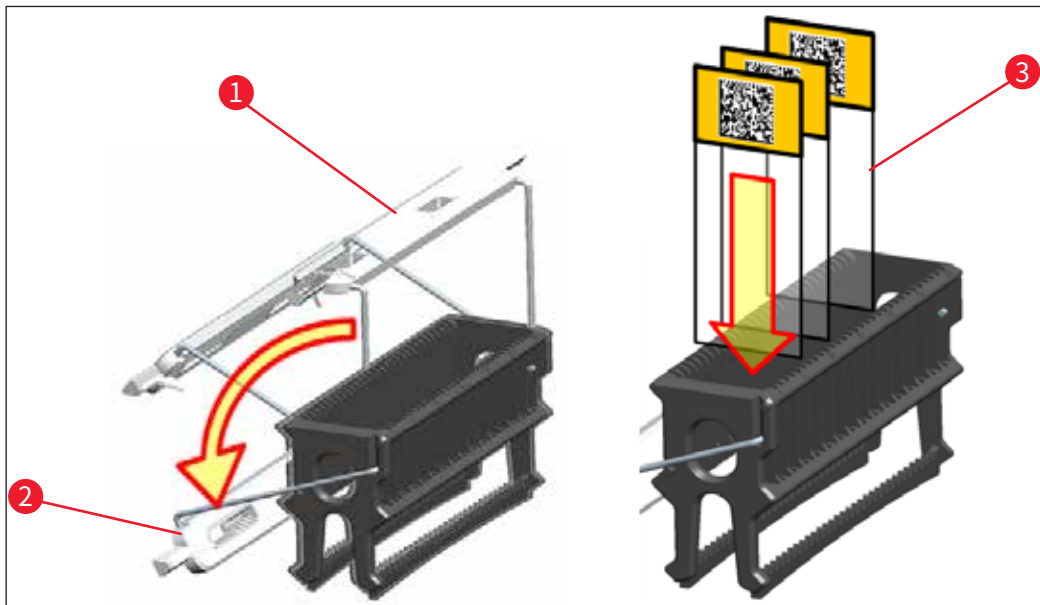

图 85
- 玻片架的正面贴有徠卡标识。固定手柄后, 在查看手柄时可以读取**正面** (→“图 85”)。
1. 将玻片架手柄折叠到竖直位置 (→“图 85”)。